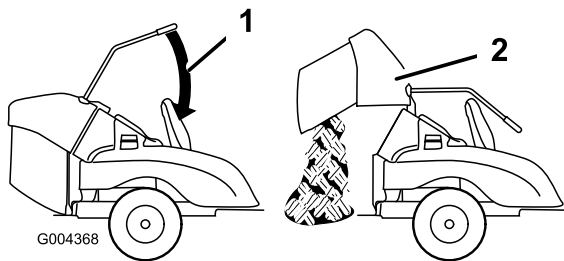

Bild 17
3. Verlängern Sie den DFS-Hebel und ziehen Sie ihn nach unten, um den Grasfangkorb anzuheben (Bild 17).